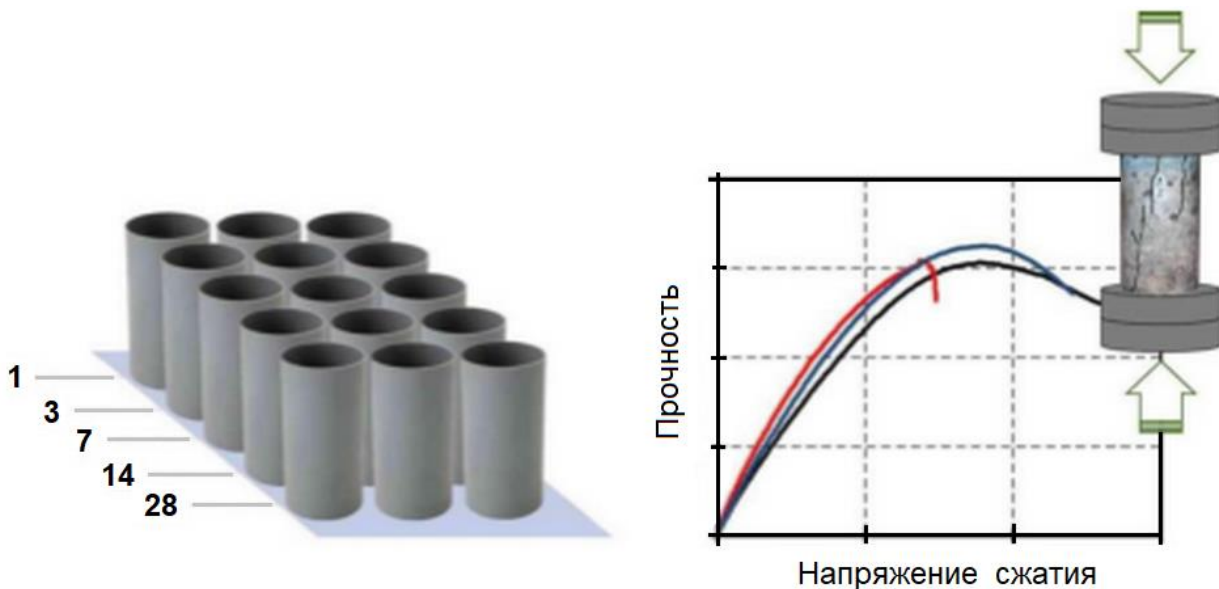

Рисунок 21
4) Проведите испытания на сжатие пары образцов в возрасте 1, 3, 7, 14 и 28 дней со дня изготовления образцов в соответствии с методом испытаний, приведенным в ГОСТ 10180-2012 (рис.21).